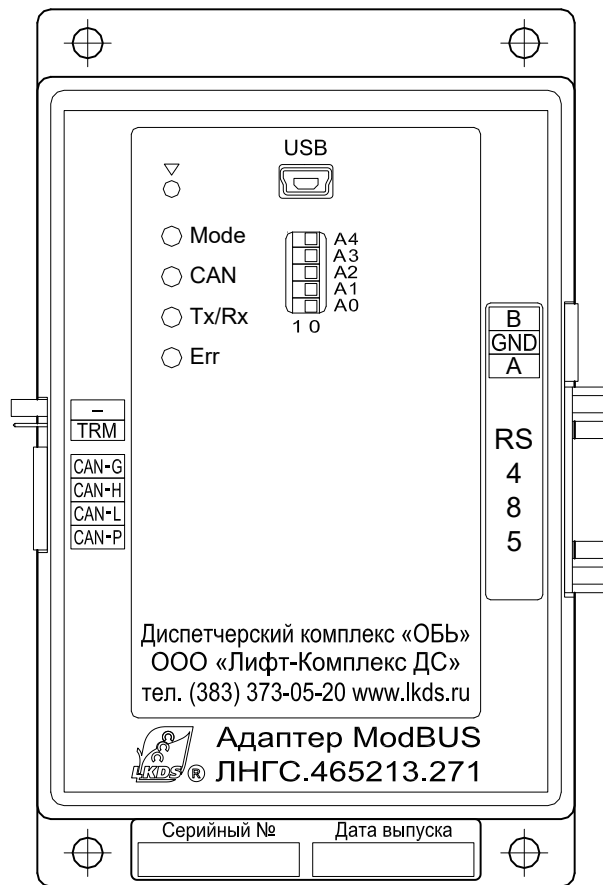

Рис.1 Внешний вид АМВ-1
- 1.6.1 Конструктивно АМВ-1 выполнен в пластмассовом корпусе (см. рис. 1) на основании которого расположены: